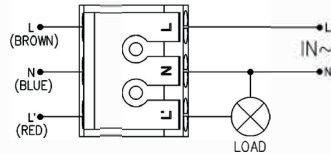

Fig.2
4. Effettuare i collegamenti elettrici seguendo lo schema di collegamento (Fig.2).
4. Make the electrical connections following the wiring diagram (Fig.2).